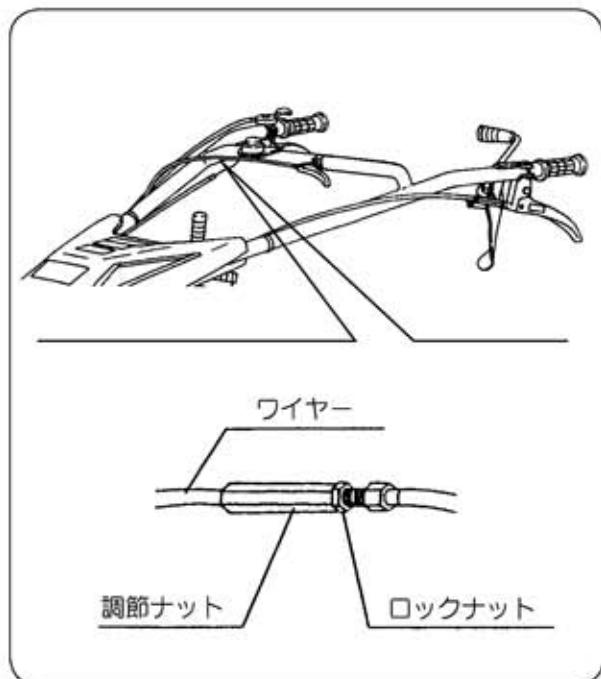

図29
- ①ロックナットを緩めます。 (図29)
- ②調節ナットを廻してハンドルの上下が移動できるように調整して、ロックナットを締付けます。 (図29)